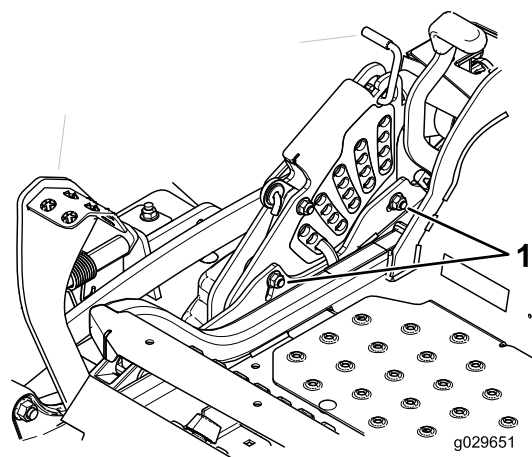

Figura 98
12. Si los acoplamientos de la carcasa delantera no tienen holgura suficiente para lograr la altura de corte precisa, afloje los 2 pernos situados cerca del borde inferior de la pletina de altura de corte para un ajuste de un solo punto (Figura 98).
14. Apriete los 2 pernos en el borde inferior de la pletina de altura de corte (Figura 98).